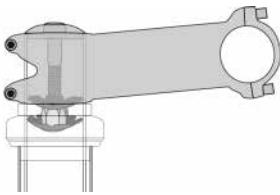

Abb. 13
**HÄNDLER:** Wenn Ihr Fahrrad einen "gewindelosen" Vorbau hat (Abb. 13) kann Ihr Händler Ihnen helfen, die Lenkerhöhe zu ändern, indem er die Abstandhalter zur Höhenverstellung von unten nach oben oder umgekehrt verschiebt. Andernfalls benötigen Sie einen Vorbau mit einer anderen Länge. Wenden Sie sich an Ihren Händler. Versuchen Sie nicht, diese Einstellung selbst vorzunehmen, da diese Eingriffe spezielle Kenntnisse erfordern.